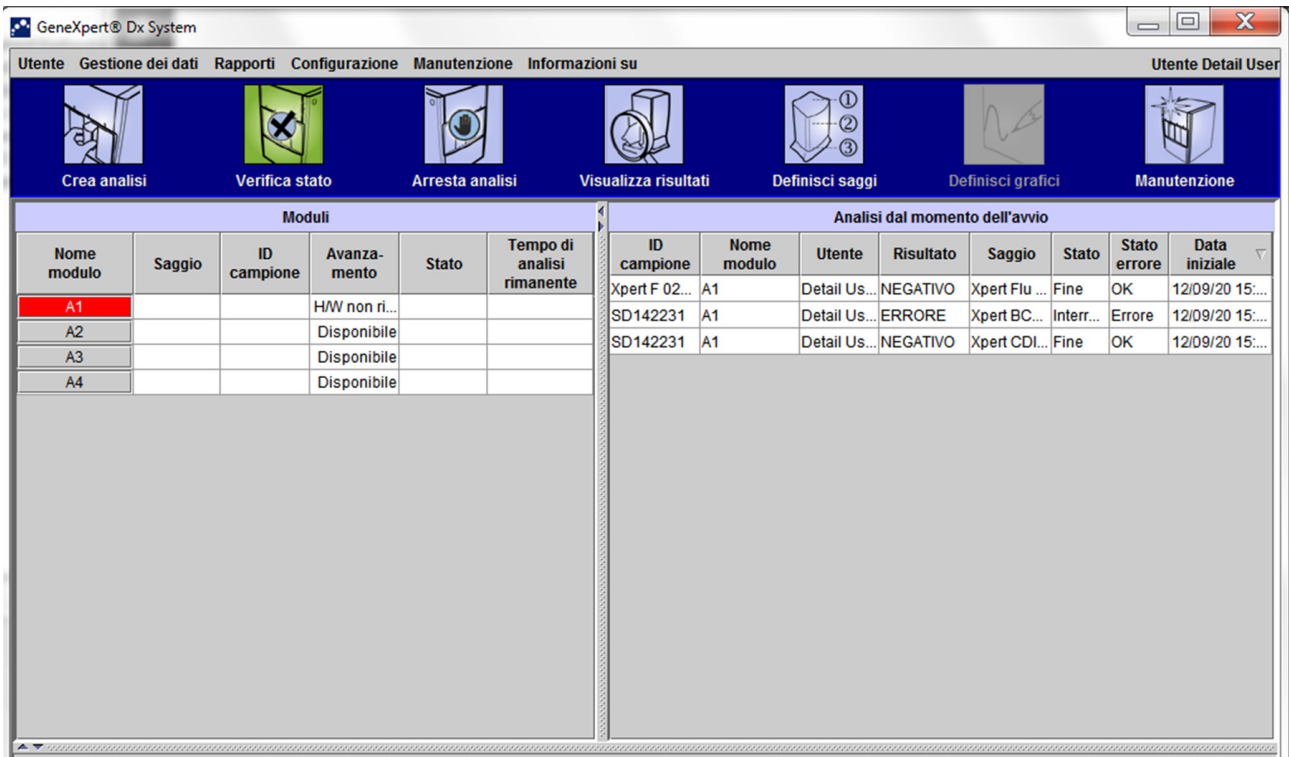
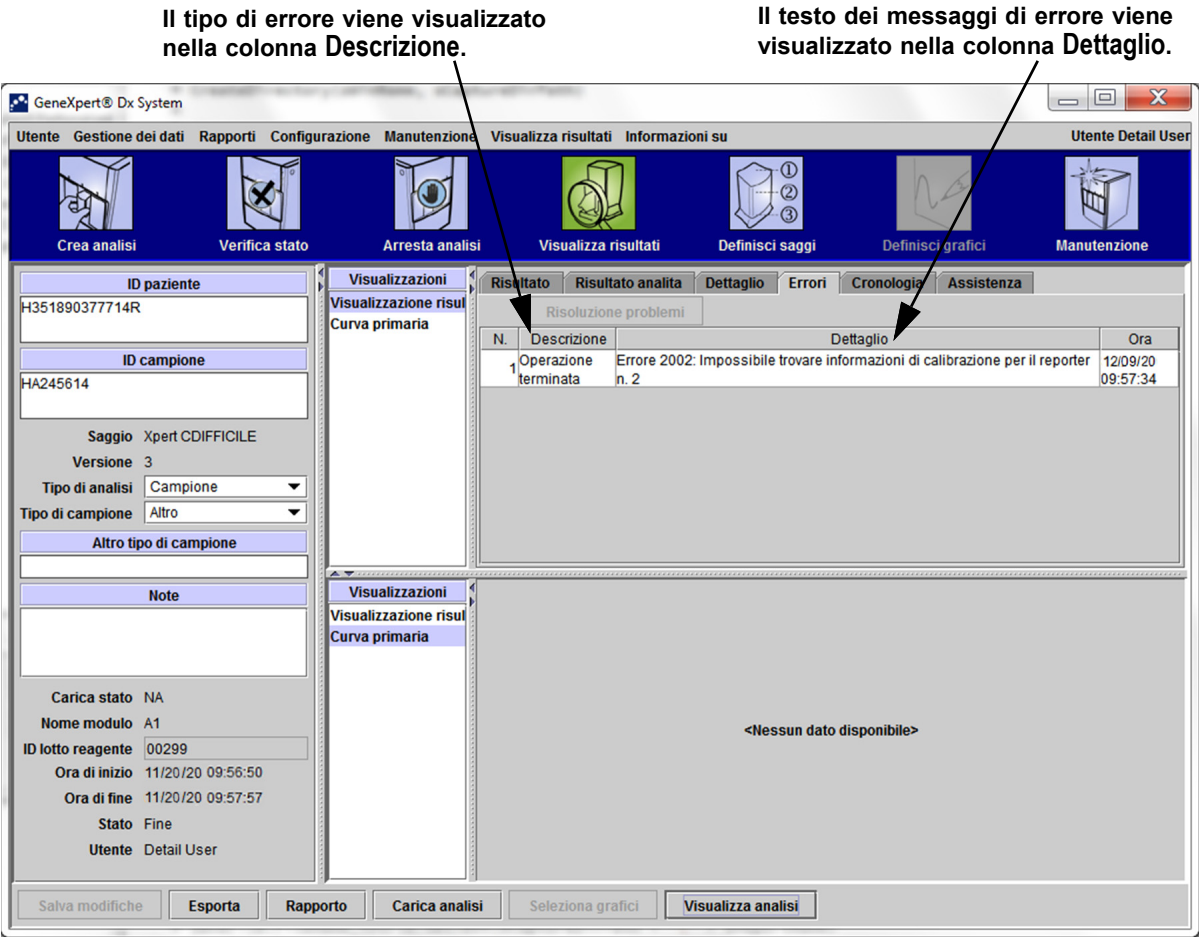

Figura 9-40. Finestra GeneXpert Dx System—Verifica stato
Figura 9-41. Finestra GeneXpert Dx System—Visualizza risultati, scheda Errori con vista degli utenti avanzati e dell'amministratore
- **Sezione 9.19.2.5, Errori dell'analisi post-sessione:** errori che si verificano durante il processo di riduzione dei dati. Tutti gli errori sono visualizzati nella finestra Verifica stato (vedere la Figura 9-40). I dettagli relativi agli errori specifici del test possono essere visualizzati inoltre nella scheda **Errori** della finestra Visualizza risultati (vedere la Figura 9-41).
Nella Tabella 9-3 sono elencati gli errori che potrebbero essere visualizzati durante un test non interrotto. Questi messaggi di errore indicano che si sono verificati alcuni errori non critici che richiedono l'attenzione dell'utente, nonostante il sistema abbia portato a termine il test e salvato i risultati. Tali messaggi di errore vengono visualizzati nella finestra Visualizza risultati (vedere la Figura 9-41). Per contattare l'Assistenza Tecnica di Cepheid vedere la sezione Assistenza Tecnica nella Prefazione per le informazioni di contatto.
Nella Tabella 9-4 sono elencati gli errori che vengono talvolta visualizzati quando un test viene interrotto. I messaggi di errore relativi all'interruzione di un'operazione sono visualizzati nella finestra Visualizza risultati. Vedere la Figura 9-41. Per contattare l'Assistenza Tecnica di Cepheid vedere la sezione Assistenza Tecnica nella Prefazione per le informazioni di contatto.
Nella Tabella 9-5 sono elencati gli errori che vengono talvolta visualizzati durante il processo di caricamento della cartuccia. I messaggi di errore relativi al caricamento della cartuccia sono visualizzati nella finestra Verifica stato. Vedere la Figura 9-40.
Nella Tabella 9-6 sono elencati gli errori che vengono talvolta visualizzati durante il processo di autotest. I messaggi di errore relativi all'autotest sono visualizzati nella finestra Verifica stato. Vedere la Figura 9-40. Per contattare l'Assistenza Tecnica di Cepheid vedere la sezione Assistenza Tecnica nella Prefazione per le informazioni di contatto.
Nella Tabella 9-7 sono elencati gli errori che vengono talvolta visualizzati durante il processo di analisi post-sessione (riduzione dei dati). I messaggi di errore di analisi post-sessione vengono visualizzati nella finestra Visualizza risultati (vedere la Figura 9-41). Per contattare l'Assistenza Tecnica di Cepheid vedere la sezione Assistenza Tecnica nella Prefazione per le informazioni di contatto.